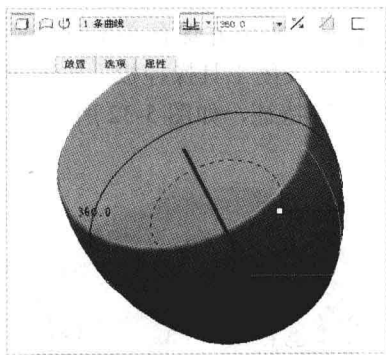

图 5-23 旋转模型
Step 03 弹出“旋转”选项卡，在绘图区选择草绘图形，并在左侧的直线上单击鼠标左键，旋转模型，如图 5-23 所示。